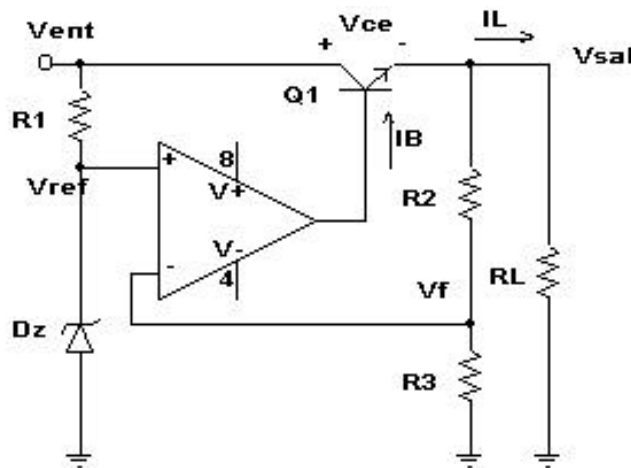

Fig. 1
- ❑ $h_{FEmin} > I_{Lmax}/I_{Bmin}$: Siempre es posible y de hecho se utilizan, si la ganancia no es la necesaria, colocar arreglos de transistores en configuración darlington. Tener en cuenta que el circuito de control (ver A.O. en Fig.1) suele tener baja capacidad de corriente y los transistores de potencia tienen ganancias de corriente bajas (para el 2N3055 el h_{FEmin} es de 20), lo cual implica que la corriente de base del elemento de paso suele ser importante.
- ❑ $P_{Dmax} > P_{Q1max}$: P_{Q1max} , calculado según la expresión (1).